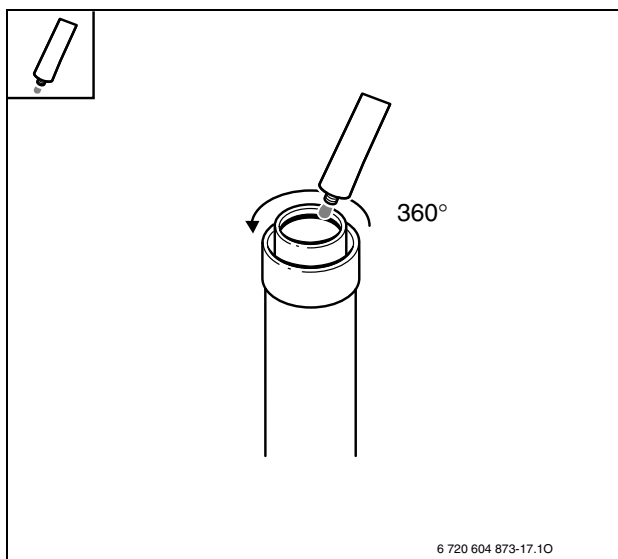

Fig. 1
- ▶ Applicare, sui raccordi e sulle guarnizioni, un velo di lubrificante esente da solventi (p.es. vaselina) (Fig. 1).